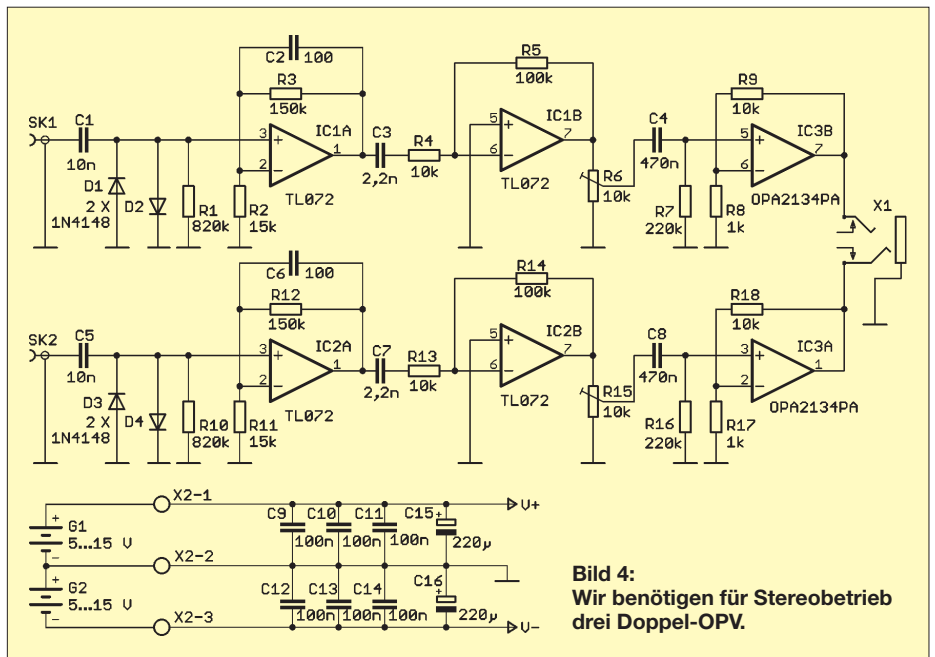

Bild 4: Wir benötigen für Stereobetrieb drei Doppel-OPV.
Nach der Bestückung folgt eine Sichtprüfung auf vergessene Lötstellen oder eventuelle Zinnbrücken. Und damit haben wir die Inbetriebnahme vorbereitet. An die Baugruppe werden Kopfhörer und zwei Batterien, wie in Bild 4 dargestellt, angeschlossen. Es gehen aber auch R6-Zellen (AA). Nur müssen wir dafür sowohl für die positive als auch die negative Betriebsspannung jeweils mindestens vier Stück in Serie schalten. Im Fachhandel gibt es für diesen Zweck geeignete Batteriehalter. Berühren wir mit dem Finger die Eingänge beider Verstärkerkanäle, sollten wir Netzbrummen im Kopfhörer vernehmen. Das ist der Beweis für eine korrekte Funktion.